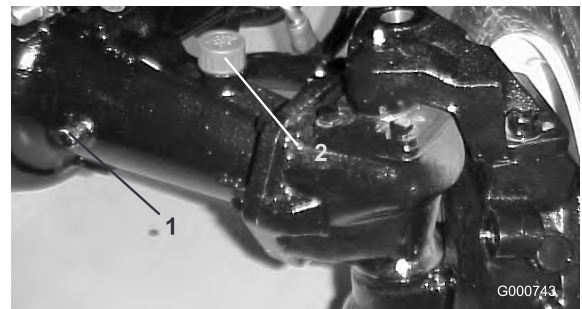

Figura 68
2. Retire um tampão de verificação (Figura 68) de uma das extremidades do eixo e certifique-se de que o lubrificante chega ao nível do orifício. Se o nível estiver baixo, retire o tampão de enchimento (Figura 68) e adicione lubrificante suficiente para ficar ao nível dos orifícios do tampão de verificação.